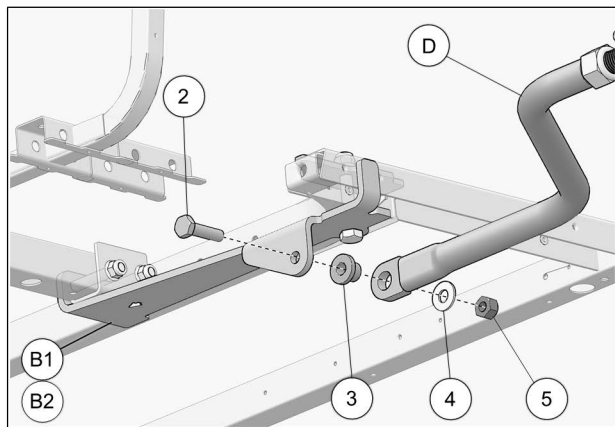

Fig. 14
12. Fixer le bras stabilisateur (**D**) au point d'ancrage de la plaque (**B1-B2**) au moyen du boulon (**2**), l'espaceur (**3**), la rondelle (**4**) et l'écrou (**5**). Serrer à un couple de 50 Nm [37 lb•pi]. Voir la Fig. 14